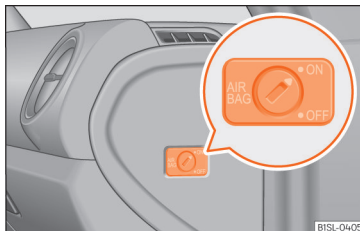

Abb. 76 Auf der Beifahrerseite: Schlüsselschalter zum Ab- und Einschalten des Beifahrer-Frontairbags.
- Drehen Sie den Schlüsselschalter mit dem Fahrzeugschlüssel in die Position **ON** **»** **Abb. 76**.